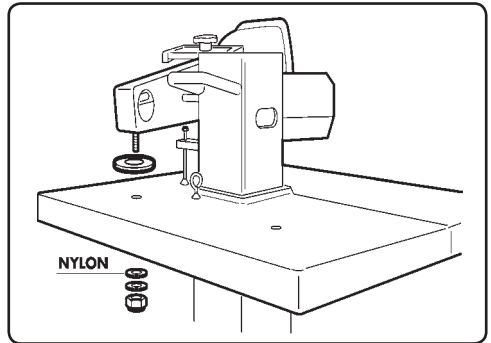

Fig. 11
- Bevestig één van de twee bedieningshendels op het frame met behulp van de zelfblokkerende moer (Afb.11).